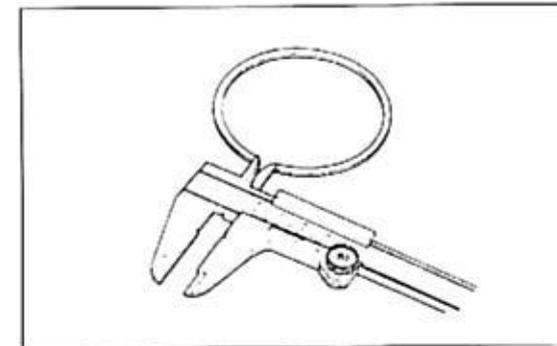

Bild 119
-  Freie Kolbenringspalt messen (Bild 119). Verschleissgrenze erster Ring: 11,6 mm; zweiter Ring: 9,2 mm. Falls Mass unterschritten, Kolbenringe ersetzen.